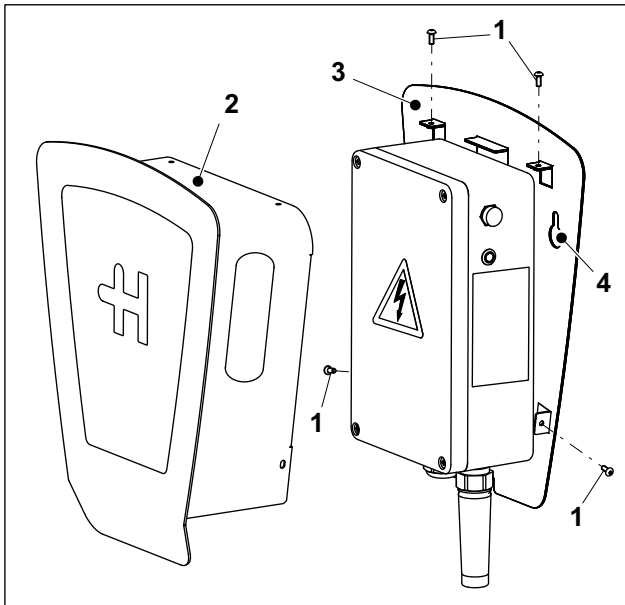

Abb. 7 Heidelberg Wallbox Home Eco mit Abdeckhaube
9. Die Abdeckhaube aufsetzen und mit den vier Schrauben M4x6 (Abb. 7/1) festziehen (1,8 Nm). Die vier Schrauben sind Beipackzubehör.